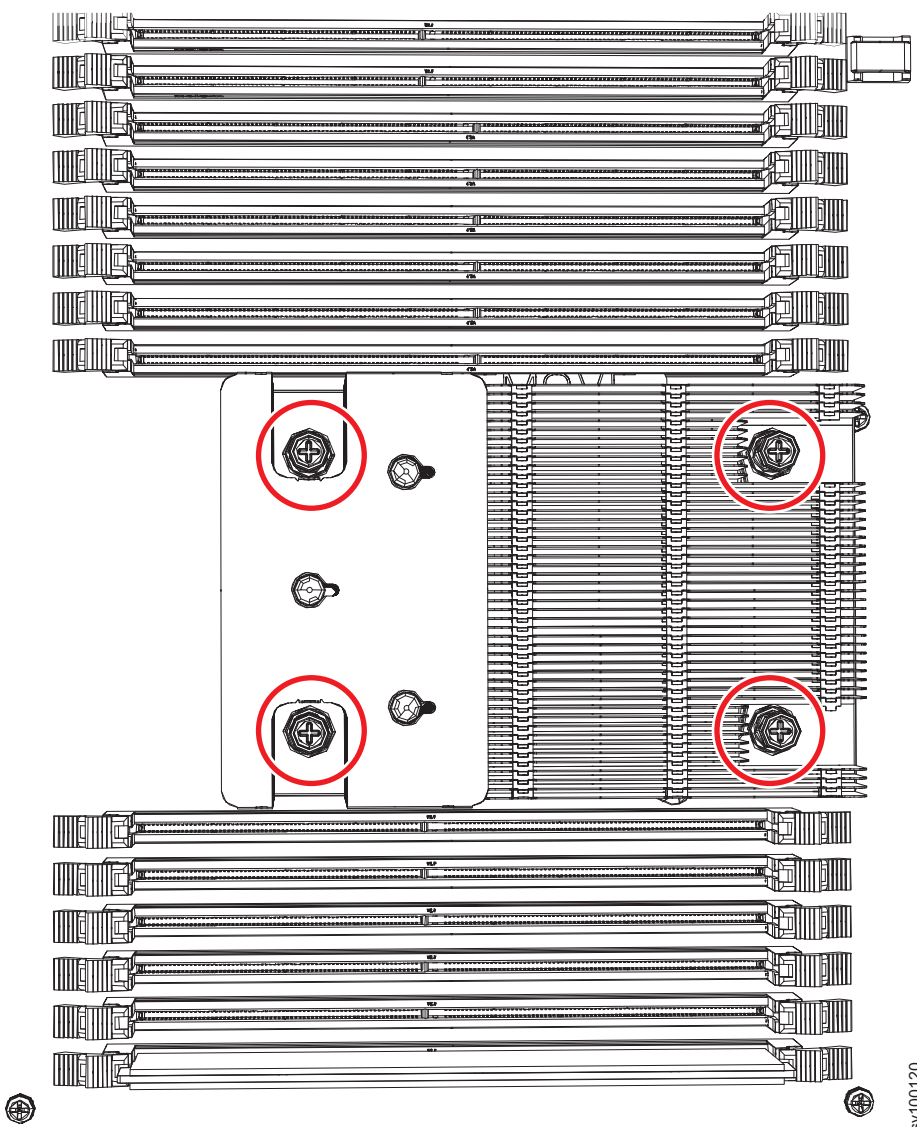

Figura 193. Instalando o Dissipador de Calor no Microprocessador do 2145-SV1
- 8. Alinhe o dissipador de calor na parte superior do microprocessador, conforme mostrado na Figura 193 na página 241. Se você estiver instalando um novo dissipador de calor, remova a cobertura de graxa.